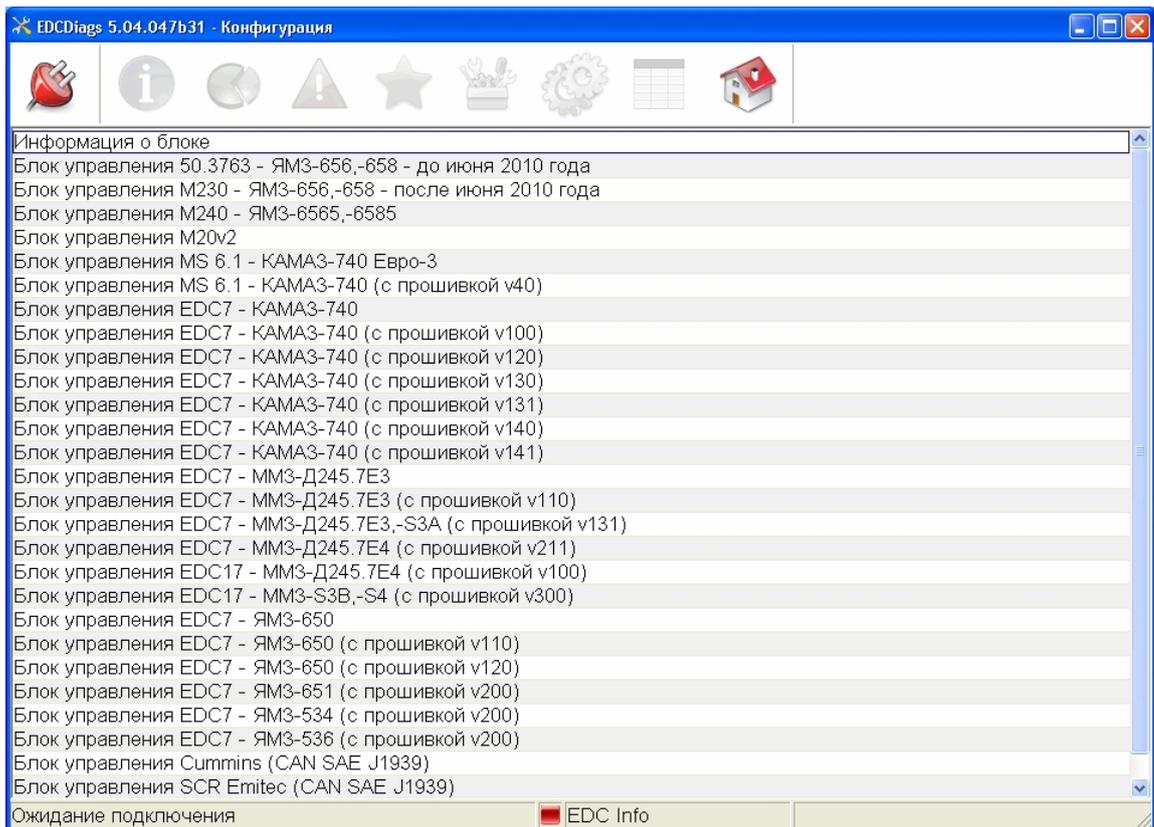

Рис. 3.2.
3.3.1. Открыть программу EDCDiags (рис. 3.2), после чего выбрать в списке модель блока управления, и нажать кнопку «Подключить»  (для распознавания блока можно выбрать «информация о блоке», подключиться и нажать кнопку «обновить» ).